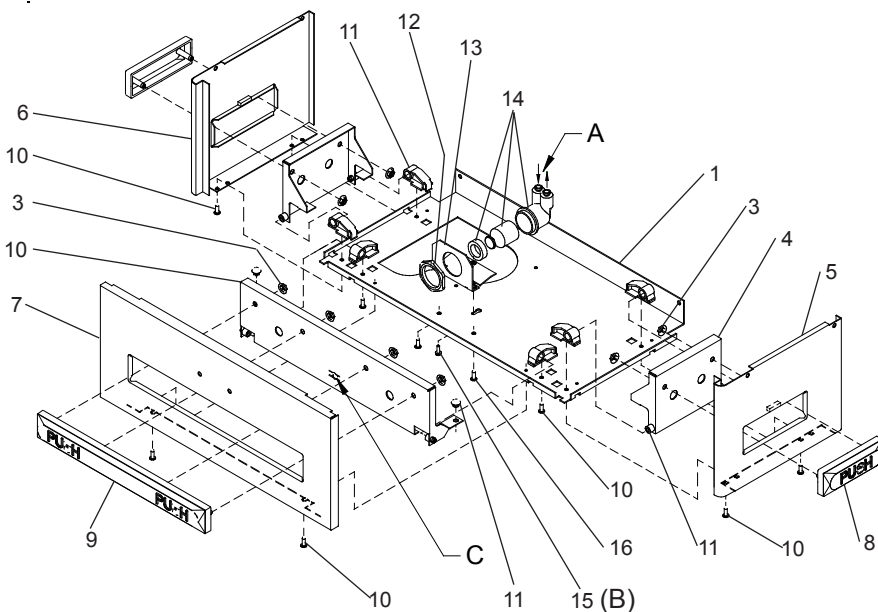

FIG.4
- 8) Stream height is factory set at 45-50 PSI. If supply pressure varies greatly from this, adjust screw, accessible by removing front push panel (Item 7, Fig. 4). CW adjustment will raise stream and CCW adjustment will lower stream. For best adjustment, stream should hit basin approximately 6-1/2" (165mm) from bubbler.
- 9) Replace the front panel and secure by retightening two (2) screws.
- 8) Le niveau d'écoulement est réglé en usine à 45-50 PSI. Si la pression varie beaucoup de ce point, ajustez la vis que l'on peut atteindre en retirant le panneau avant (article 7, fig.4). Si vous ajustez dans le sens des aiguilles d'une montre, le jet augmentera et dans le sens contraire, le jet diminuera. Le meilleur ajustement est lorsque le jet frappe le bassin à environ 6-1/2" (165mm) du barboteur.
- 9) Remplacez le panneau avant et fixez le en place en resserrant les deux (2) vis.